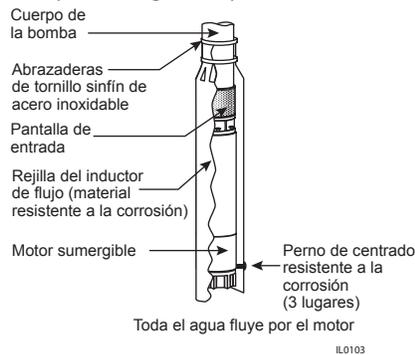

Figura 12
3. Un manguito de inductor de flujo es un tubo sobre el motor, cerrado por encima de la entrada de la bomba y se extiende hasta la parte inferior del motor o más abajo. El material del manguito es de metal resistente a la corrosión o de plástico grueso (vea la Figura 12).